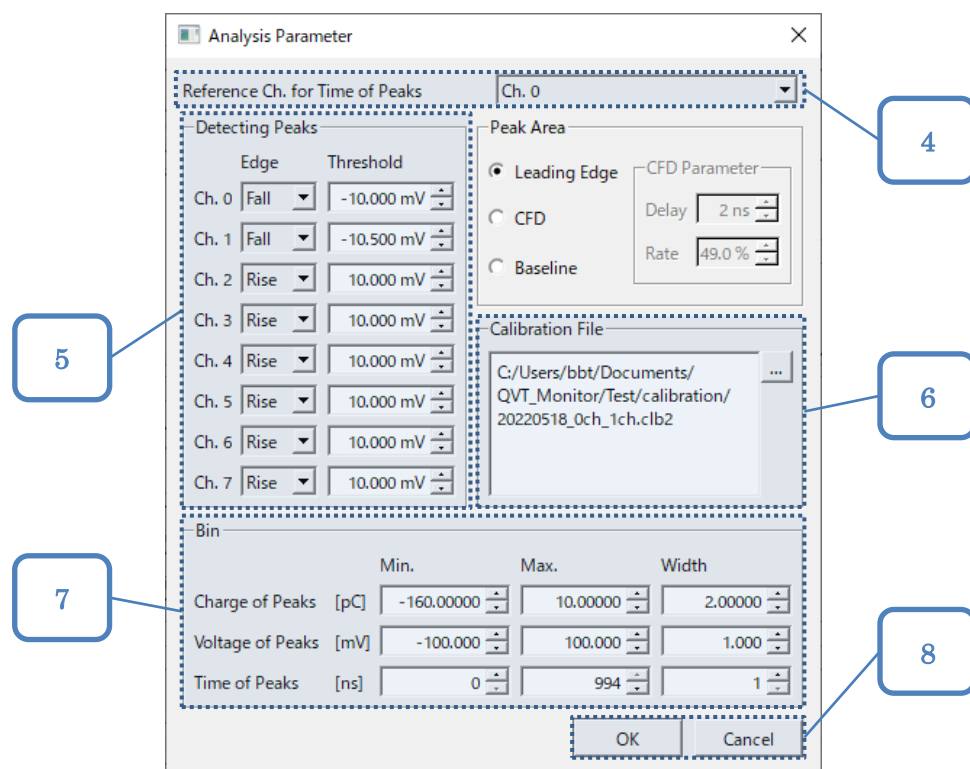

図 6-9. [Analysis Parameter]ダイアログ
- ③ [Measurement]タブの[Edit analysis parameter...]ボタンをクリックし、[Analysis Parameter]ダイアログを開きます。図 6-9 の番号は、以下の手順の番号に対応しています。